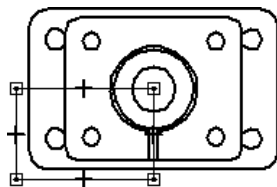

图 4.7.44 绘制局部剖轮廓线
(1) 选择**主页**选项卡**图纸视图**区域中的命令, 系统弹出“局部剖”命令条。
(2) 在系统**选择图纸视图以绘制轮廓**的提示下, 在图形区选择俯视图进入局部剖轮廓绘制环境。绘制图 4.7.44 所示的封闭线作为剖切范围, 然后单击“关闭局部剖”按钮返回到前一个环境。